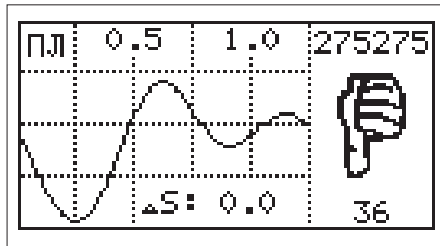

Рисунок 133
**(Рисунок 133)****Амортизатор в плохом состоянии:**